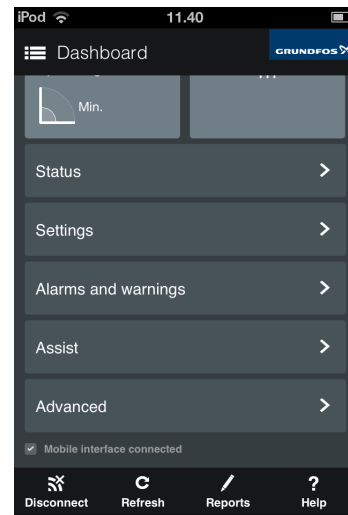

Рис. 37 Расширенные настройки
7. Прокрутите меню вниз до элемента [Advanced] (расширенные настройки). См. рис. 37.